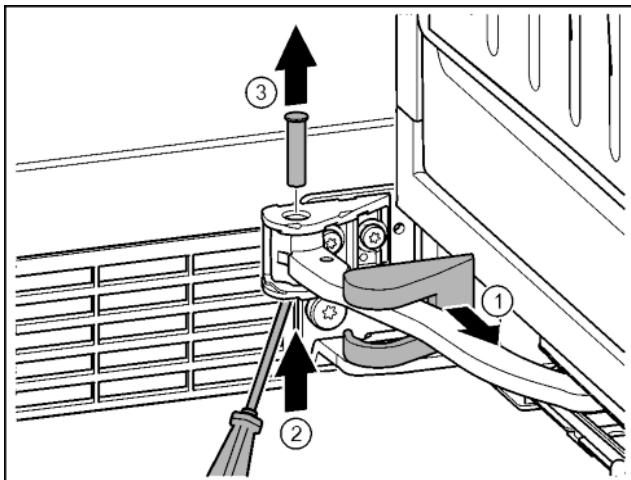

Fig. 14
► Снять крышку опорного кронштейна и переместить вдоль шарнира. Fig. 14 (1)
► Рукой или отверткой приподнять палец снизу. Fig. 14 (2)
► Вставить отвертку под головку пальца и вытащить его. Fig. 14 (3)